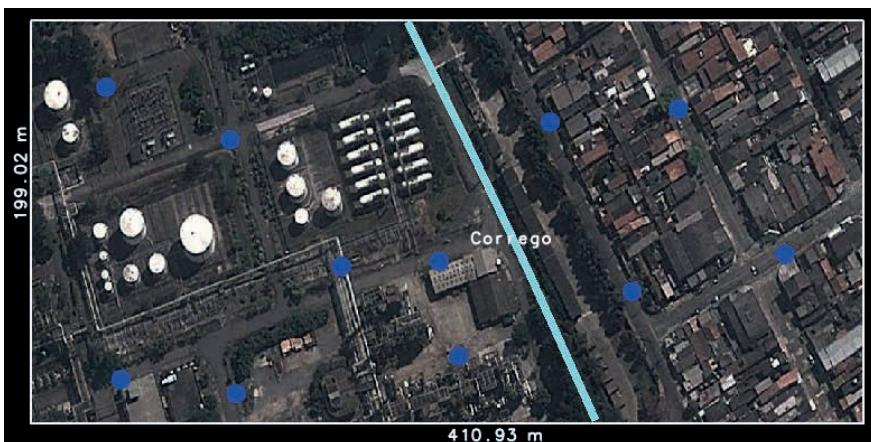

Figura 2.79 Exemplificação do elemento rio no domínio de simulação.
■ Na atual versão do SCBR (versão 3.25), a criação do rio no domínio de simulação pode ser realizada utilizando o seu elemento (■) na **Barra de Elementos** ou através da opção “*Editar Rios*”. Para desenhar o rio (opção Barra de Elementos) é necessário somente um traço que represente o começo e o fim do rio, iniciando com o botão esquerdo do mouse e terminando com o botão direito (Figura 2.79).